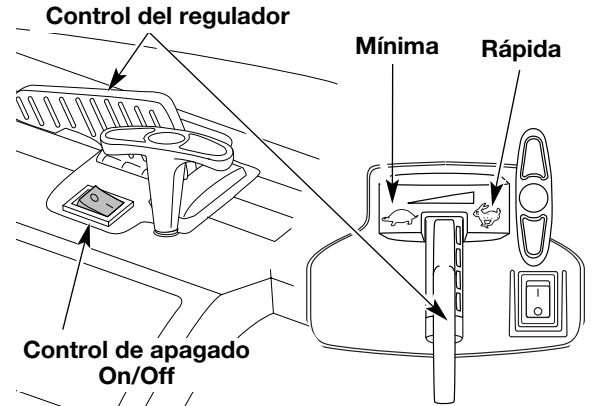
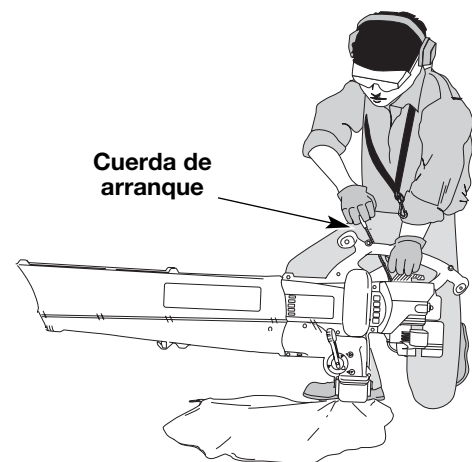

Fig. 9
Fig. 11
ADVERTENCIA: Evite los arranques accidentales. Esté en posición de arranque cuando hale la cuerda (Fig. 11). Tampoco ponga la unidad sobre ninguna superficie excepto sobre una superficie limpia y sólida, mientras se pone en marcha. Los desechos tales pueden ser absorbidos por la toma de aire y ser lanzados por la abertura de descarga, causándole daños a la unidad, propiedad o causándole lesiones graves a los espectadores o al operador.
- NOTA:** No hay necesidad de encender la unidad. El Control de Parada Encendido/Apagado (On/Off) está en la posición Encendido (ON) (I), en todo momento. El control del regulador permanecerá en la posición que sea colocado hasta que sea movido. La posición rápida se encuentra hacia la derecha.
4. Ponga la unidad en la posición de arranque (Fig. 11). Coloque el control del regulador en la posición de mínima (☛) (Fig. 9).